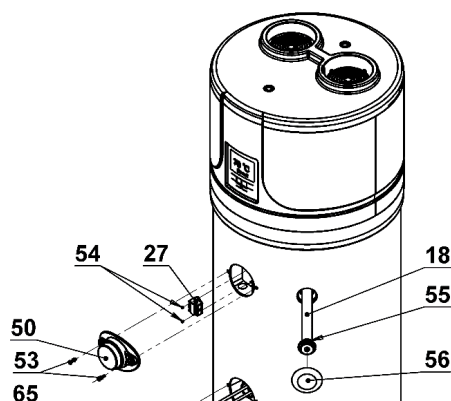

Fig. 14
### 10.1. Réinitialisation du thermostat de sécurité 27 (Fig.14)
- Retirer le panneau de garniture supérieur en dévissant les vis de fixation (Fig. 14);
- Appuyer manuellement sur le bouton du thermostat de sécurité jusqu'à ce qu'un son soit entendu (Fig. 14).
### 10.4. Anodes en magnésium 18. (Fig. 14)